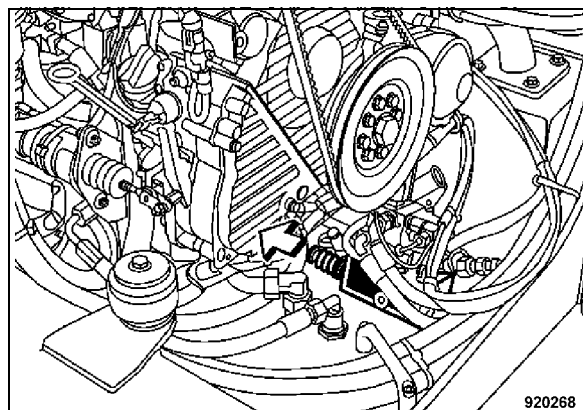

Fig. 111
- Qualora il motore non possa essere avviato dopo il traino, tirare la manopola di comando d'emergenza (Fig. 111) fino alla battuta.